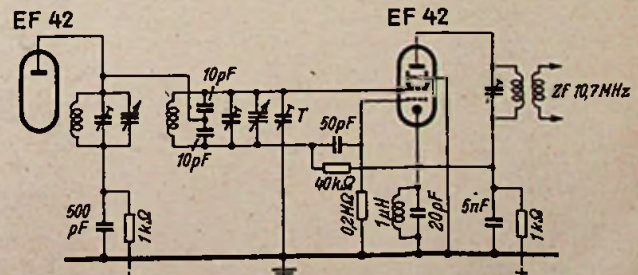

Bild 5. Ankopplung über einen kapazitiven Spannungsteiler. Gitter 2 erhält seine Spannung über den Schwingkreis
**Bild 5.** Die Schaltung entspricht hochfrequenzmäßig der von Bild 4, jedoch liegt das Gitter 1 über 0,2 M $\Omega$  direkt an Erde und die Spannung für Gitter 2 wird über den Kreis zugeführt.